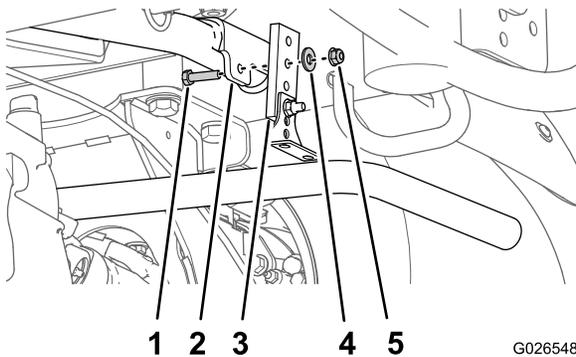

Figura 3
- En la pestaña de la placa de montaje, retire el perno, la tuerca y la arandela que sujetan la pletina de fijación del tubo de escape a la pestaña, y retire la pletina de fijación (Figura 3).